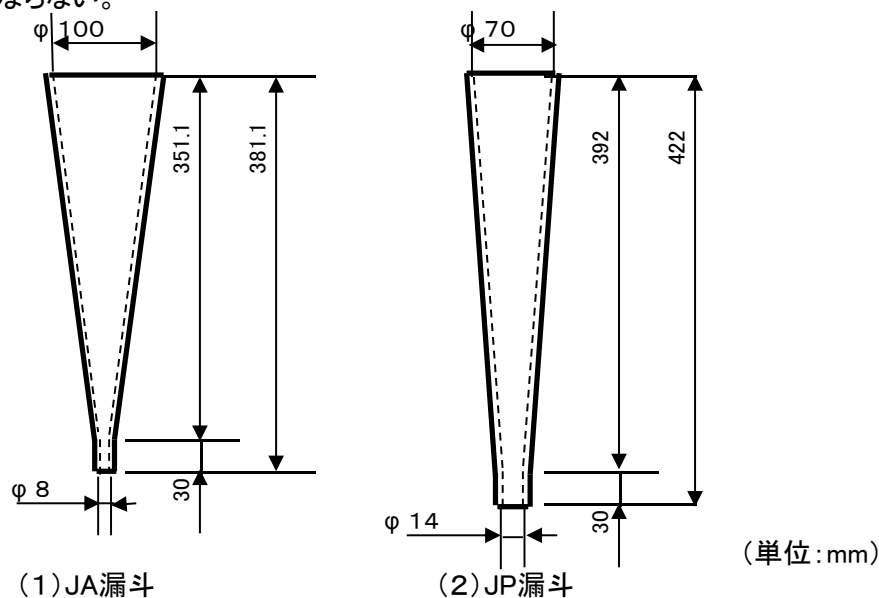

図1 漏斗
a) 漏斗は、図1のように、黄銅製で、JA漏斗の場合は、上端内径100mm、下端内径8mmおよび高さ351.1mmで、その下部に内径8mm、長さ30mmの流出口を有する厚さ約3mmのもの(1)、JP漏斗の場合は、上端内径70mm、下端内径14mmおよび高さ392mmで、その下部に内径14mm、長さ30mmの流出口を有する厚さ約3mmのもの(2)とする。